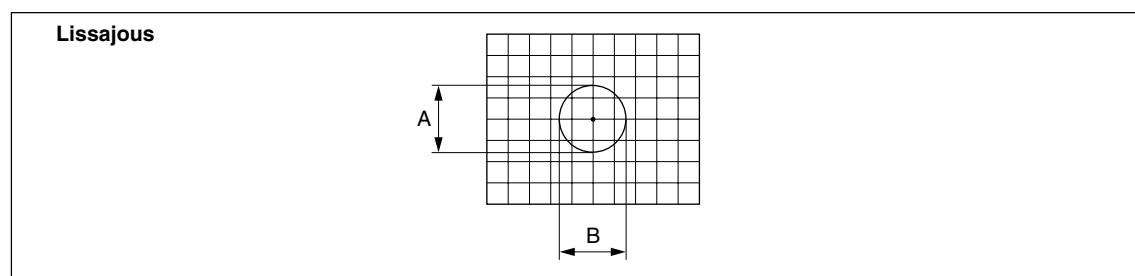

Abb. 3-15
- 5** Verschieben Sie den Maßstab und vergewissern Sie sich, dass die Amplituden A und B (siehe Abb. 3-15) der Lissajousfigur über die gesamte Maßstabslänge innerhalb des Bereichs der angegebenen Werte liegen.